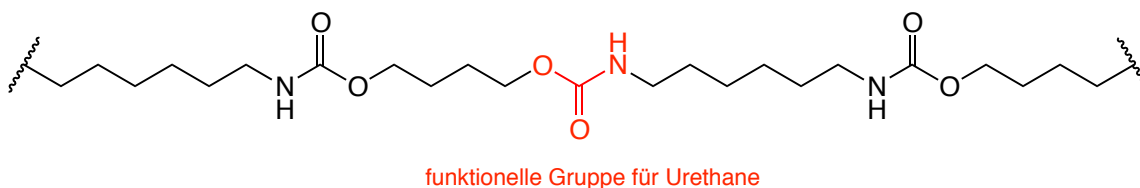

Abbildung 11: Erwarteter Verlauf des Experiments (oben) und Ausschnitt aus der Strukturformel eines Polyurethans (unten)
In diesem Experiment wird durch eine Polyadditionsreaktion ein Polyurethanschaum (PU-Schaum) hergestellt (Abbildung 11).
1. Zeichne die Strukturformeln der beiden Edukte (Komponenten A bzw. B), die zu dem in der Abbildung 11 hergestellten Polyaddukt führen.